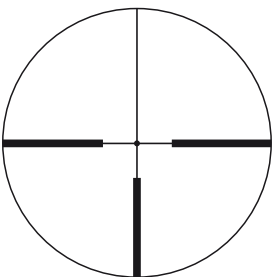

Fig. 3-1
(1) Enfoque
- ① Mire a través del ocular colocando el ojo a unos 10 cm (4 pulg.) de distancia del ocular para ver la retícula núm. 4 de IL con punto (Fig. 3-1). Asegúrese de colocar el ojo con la alineación y distancia entre el ojo y el ocular correctos; de lo contrario, “no verá nada”.
- ② Apunte el extremo de la mira telescópica al cielo (NO apunte al sol) o a una pared lisa y sin dibujos.
- ③ Gire el ajuste del ocular en sentido contrario a las agujas del reloj y, a continuación, gírelo en el sentido de las agujas del reloj hasta que la retícula aparezca nítida.